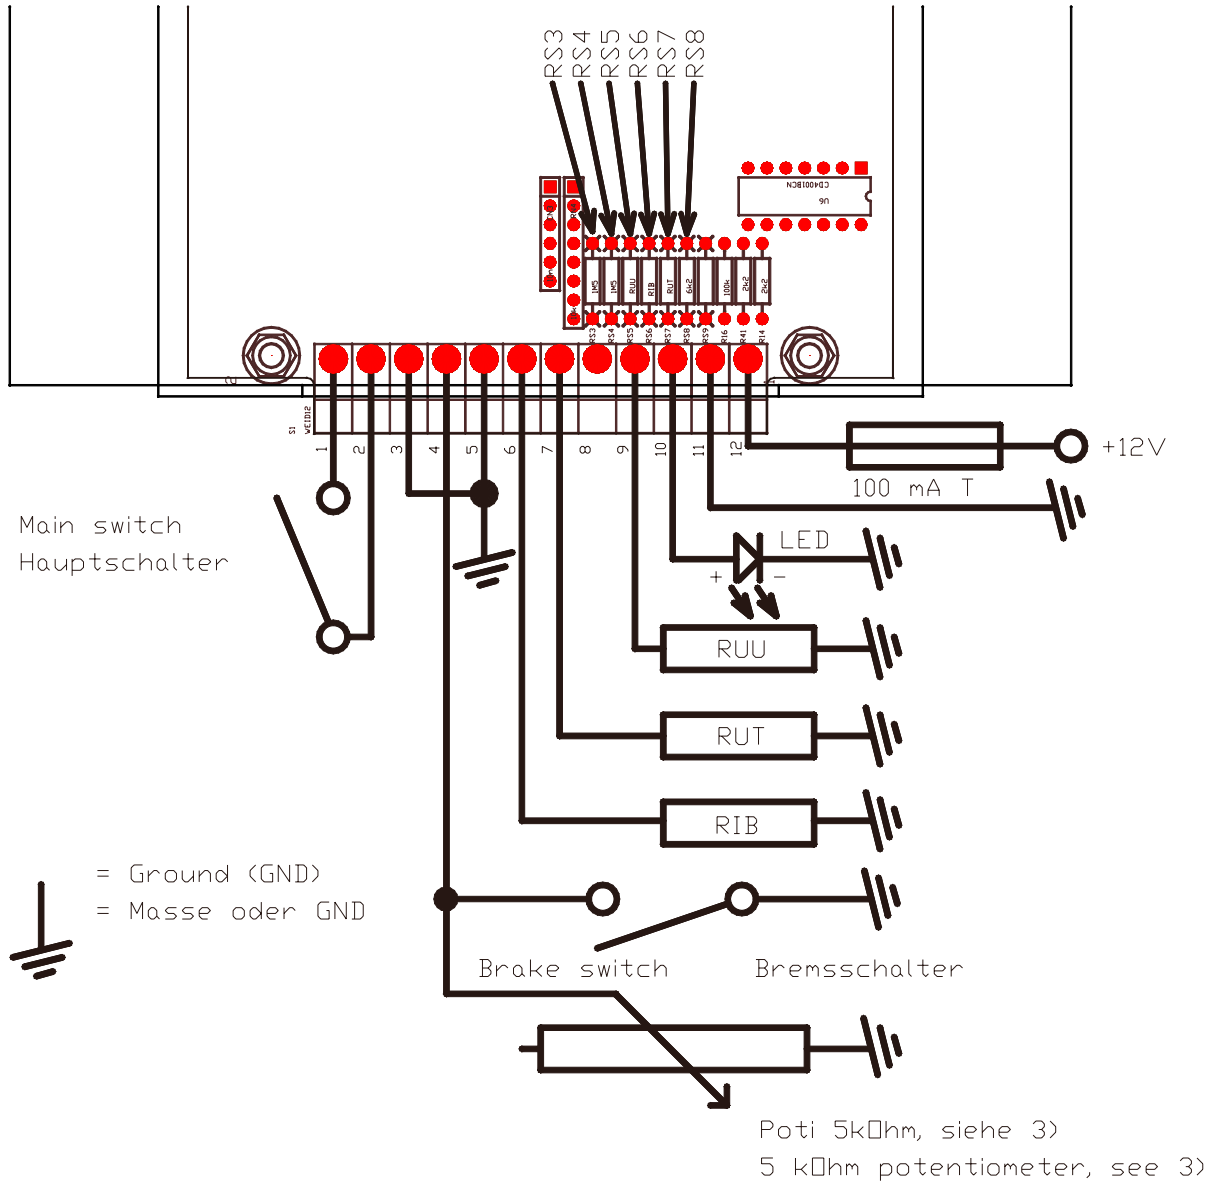

Fig. 6
*If the brake switch is required to operate in the opposite manner (controller switches off when the switch contacts are closed), it can be wired as shown in fig. 6. However, in this case, pin 3 must be connected permanently to ground (pin 5 or pin 11) so that the normal function of the brake switch pin is deactivated.*
Falls die umgekehrte Funktion des Bremsschalters benötigt wird (Steuerung schaltet aus bei geschlossenem Kontakt des Bremsschalters), kann die Verdrahtung wie in Fig. 6 verwendet werden. In diesem Fall muss allerdings eine feste Verbindung zwischen Pin 3 und Masse (Pin 5 oder Pin 11) hergestellt werden, damit die normale Funktion des Bremsschaltepins ausser Funktion gesetzt wird.